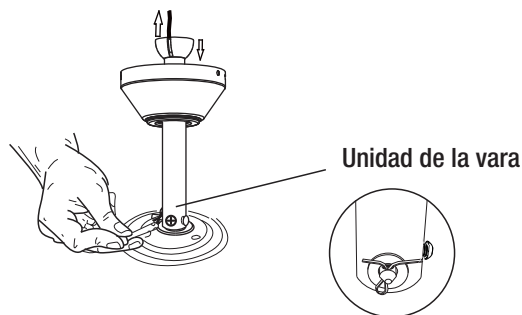

Figura 6
- Empuje el pasador (2) a través del eje del motor y de los orificios de la vara (Figura 6). El extremo de inserción del pasador es de forma cónica, con un diseño especial, de forma que pasaría empujando sin dañar los cables dentro de la vara. Asegure el pasador (2) insertando el pasador de chaveta (1) y doblando los extremos para evitar que se salga de los orificios (Figura 6).
- Asegure la barra de suspensión y la varilla de extensión ajustando los tornillos de la barra de suspensión (Figura 6).